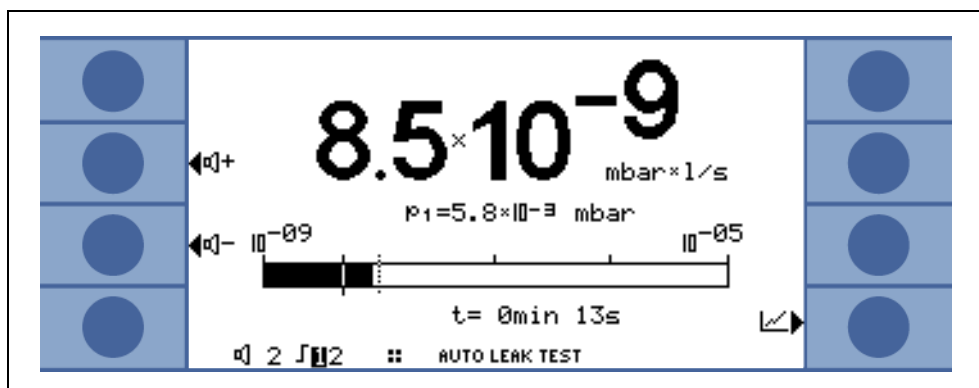

Fig. 5-1: Display, meetmodus
Bij het bereiken van een druk van 15 mbar (11 Torr of 1500 Pa) schakelt de lekdetector over in de meetmodus. De daarbijhorende gemeten uitstroomsnelheid wordt dan weergegeven. Meer informatie over de weergegeven informatie vindt u in Fig. 5-1.
- Numeriek, gecombineerd met een balkweergave Fig. 5-1
Op het display wordt de uitstroomsnelheid in grote getallen weergegeven, zie Fig. 5-1. Verder wordt de meeteenheid van de uitstroomsnelheid weergegeven. Onder de uitstroomsnelheid wordt de inlaatdruk met kleinere getallen weergegeven (zie hoofdstuk Refer to chapter 6.4.4 *Eenheden*).